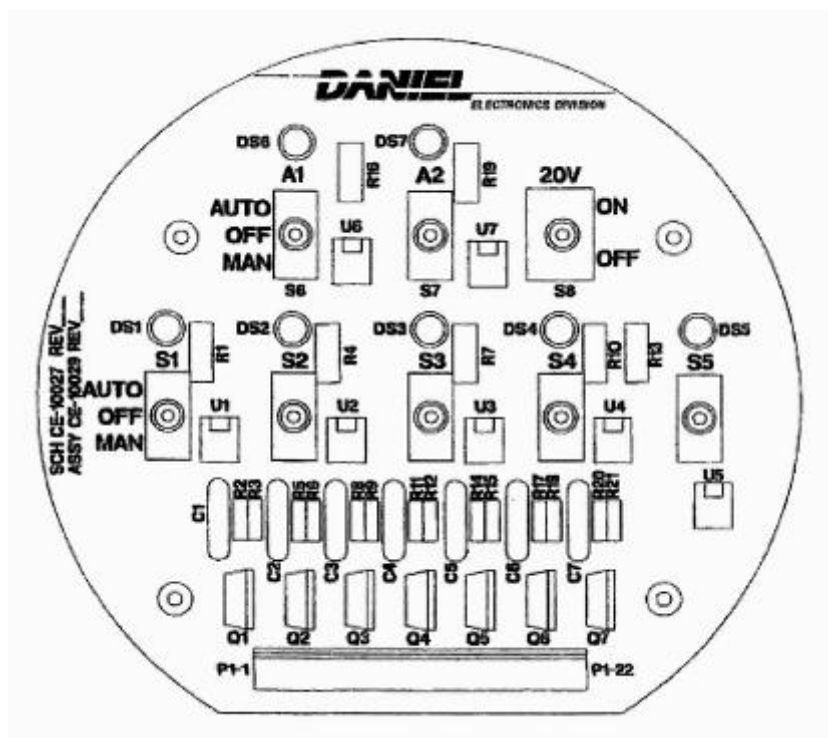

Рисунок 3-44. Плата привода клапанов анализатора (в нижнем пожаробезопасном корпусе)
- (1) Убедиться, что 'вспомогательные' газовые линии полностью продуты, как описано в предыдущем разделе.
- (2) Закрыть клапан баллона с калибровочным газом.
- (3) Полностью открыть блокирующий клапан, связанный с подачей калибровочного газа (блокирующий клапан должен быть расположен на плате SCS анализатора).
- (4) Полностью открыть дозирующий клапан (с правой стороны платы SCS).
- (5) Открыть верхний кожух анализатора (смотри рисунок 3-42) для доступа к плате привода клапанов (смотри рисунок 3-44).
- (6) На плате привода клапанов, верхний кожух, установить переключатель потока "S1" на MAN (ручной) (если Поток 1 будет использоваться для калибровочного газа).
- (7) Открыть клапан баллона с калибровочным газом.
- (8) На регуляторе баллона с калибровочным газом повысить выходное давление до 20 psig, $\pm 5\%$.
- (9) Закрыть клапан баллона с калибровочным газом.
- (10) Дать обоим манометрам на клапане баллона с калибровочным газом снизиться до 0 (нуля) psig.
- (11) Повторить пункты с (7) по (10) пять раз.
- (12) Открыть клапан баллона с калибровочным газом.
- (13) Отрегулировать поток через ротаметр приблизительно до 50 кубических сантиметров в минуту ($\text{см}^3/\text{мин}$) путем регулировки дозирующего клапана на панели потоков.
- (14) Приготовиться для нормальной работы, как указано ниже: